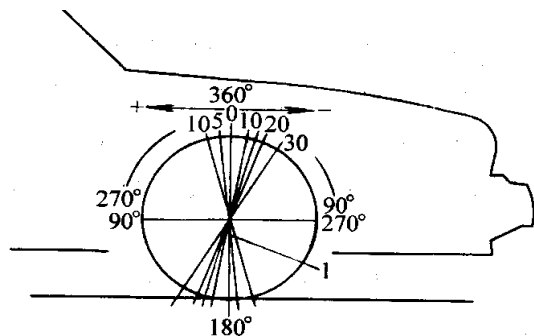

图 5.1-3
1.1.3.1 主销后倾角：主销后倾角是从车辆侧面观察，转向轴最高点偏离垂直方向的倾角，如图 5.1-3 所示。顶点向后的倾角为正(+)，而向前的